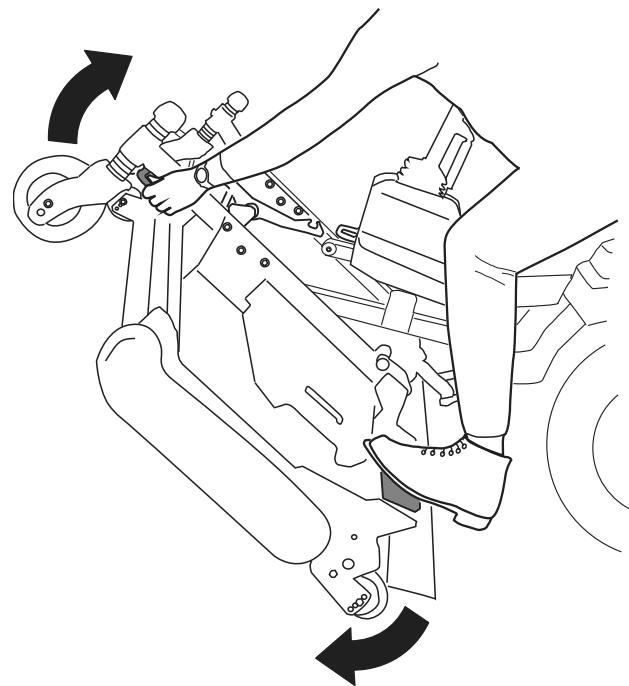
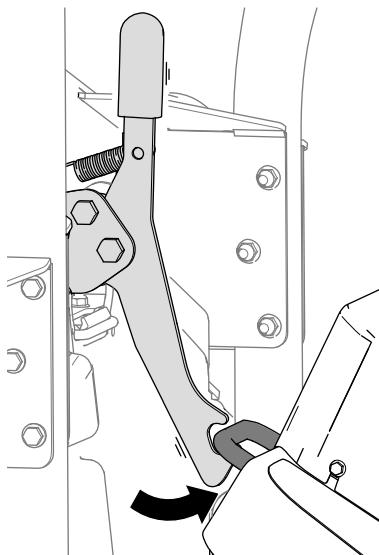
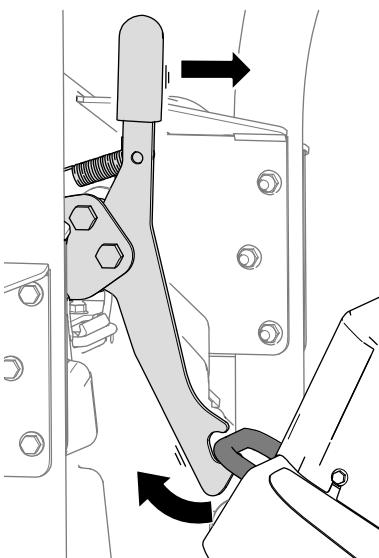

図 35
図 36
図 37
5. カッティングユニットを立てる図 35と、ラッチがロープ掛けブラケットに掛かる図 36。
図 37カッティングユニットを少しだけ前に倒して図 35、ラッチのハンドルを前方へ動かせばよい。